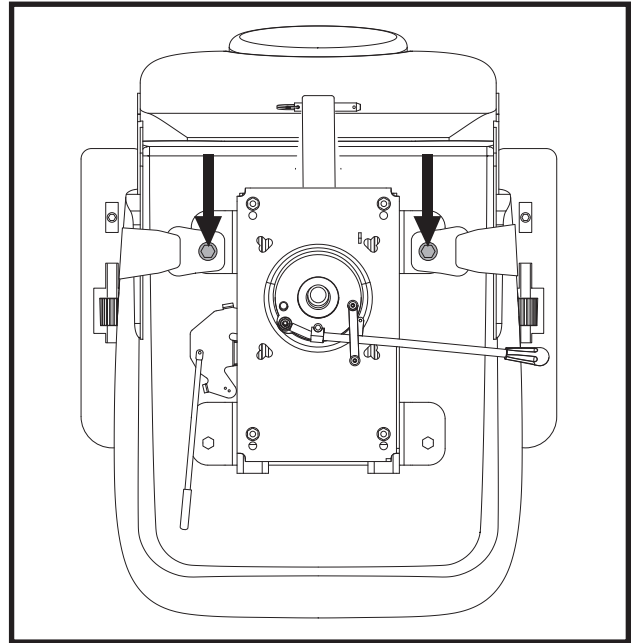

Figure 22. Boulons du ceinture de positionnement
2. Placez le siège à l'envers pour faire face à sa base. **Voir la figure 22.**